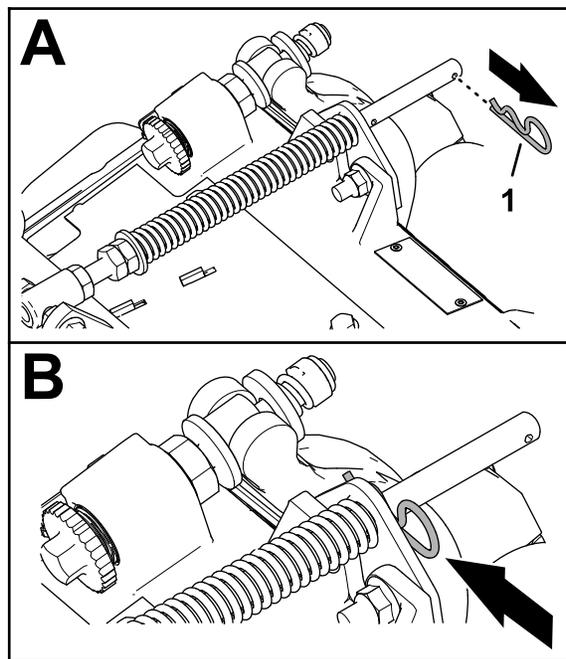

Figura 10
1. Se o perno de gancho for instalado no orifício posterior da haste de mola de compensação, remova o perno de gancho e insira-o no orifício junto ao suporte (**Figura 10**).